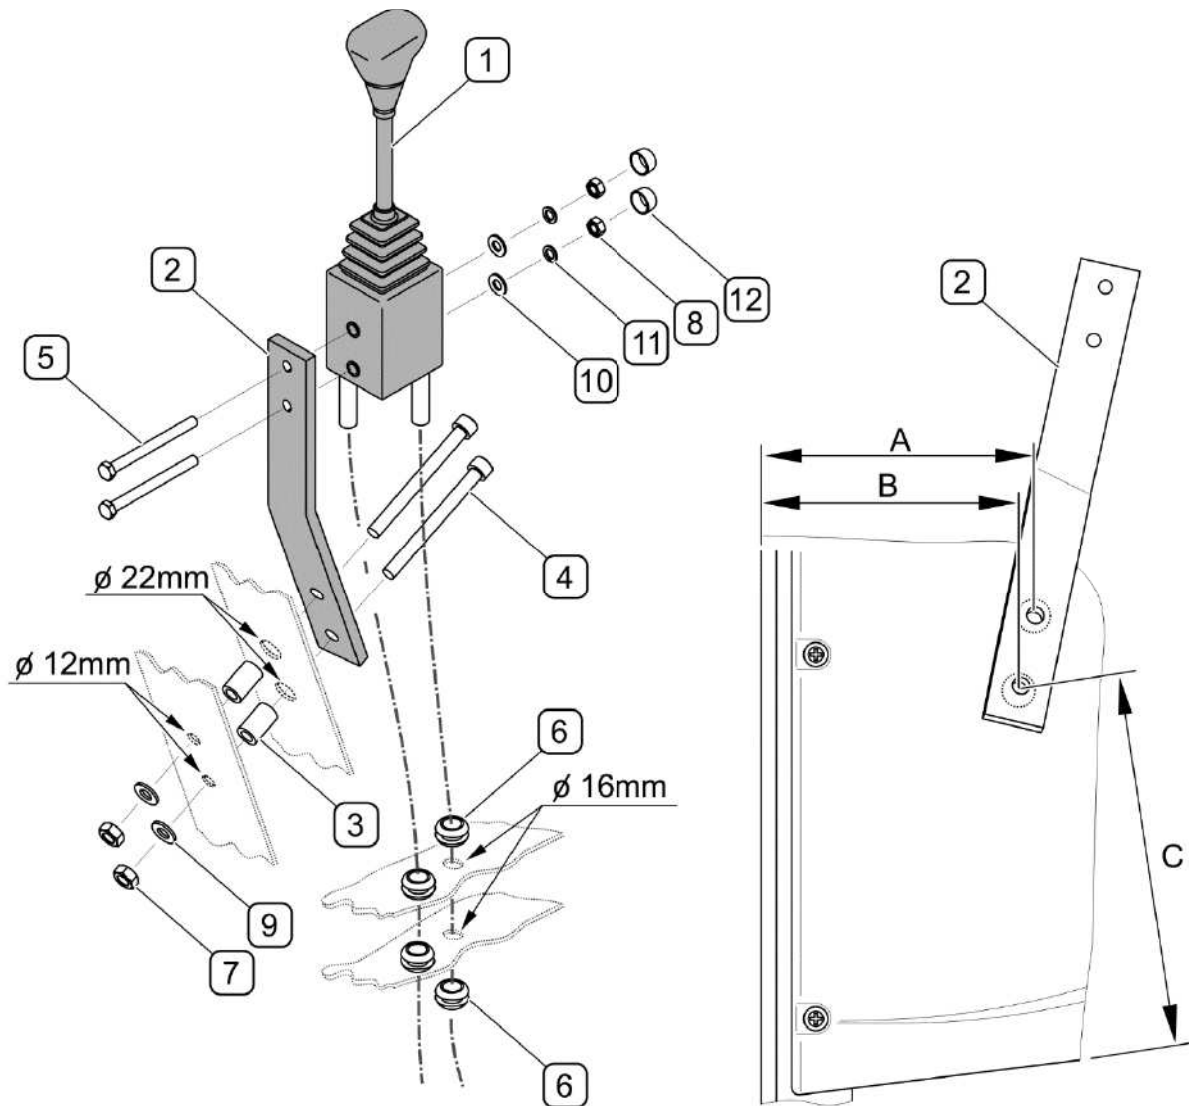

РИСУНОК 4.7 Монтаж рычага управления (Pronar 1025A / 1221A)
металлическом крыле сделать два отверстия $\varnothing 12$ мм, а в пластиковом крыле два отверстия $\varnothing 22$ мм. Размещение отверстий - см. (РИСУНОК 4.7). Для крепления кронштейна (2) на крыле трактора следует использовать втулки (3), болты (4) с гайками (7) и шайбами (9). При помощи болтов (5) с гайками (8) и шайбами (10) и (11) привинтить рычаг (1) к кронштейну (2). Надеть на гайки (8) колпачки (12). С целью правильного крепления рычага управления (1) по отношению к крылу трактора необходимо использовать соответствующее количество шайб (9), которые необходимо проложить между втулкой (3) и кронштейном (2). В полу кабины необходимо сделать два сквозных отверстия $\varnothing 16$ мм, вставить в отверстия резиновые проходы (4) и пропустить через них тяги (тросы) управления распределителем.
ОБОЗНАЧЕНИЕ (РИСУНОК 4.7)	МОДЕЛЬ ТРАКТОРА